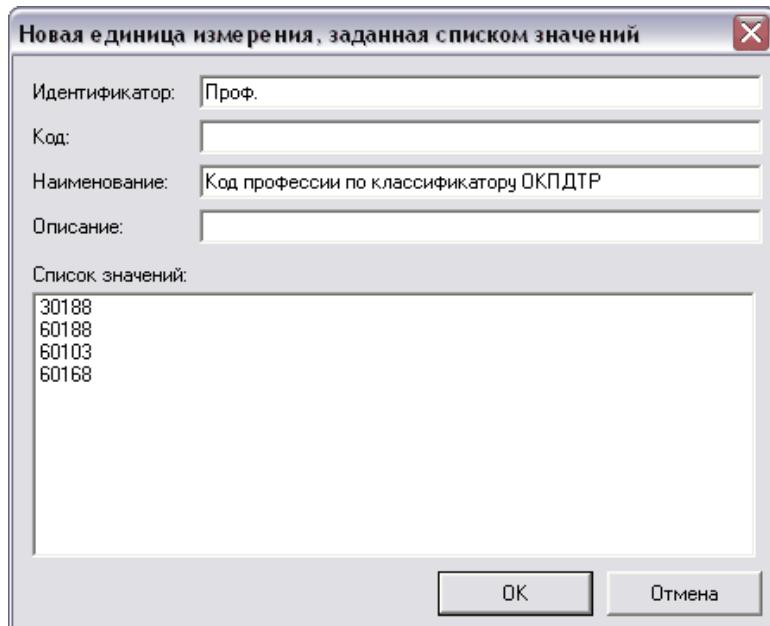
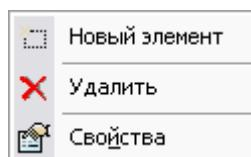

Рис. 73 Новая единица измерения, заданная списком значений
Рис. 74
Диалоговое окно **Новая единица измерения, заданная списком значений** содержит окно **Список значений** (Рис. 73). Для работы со значениями единицы измерения щелкните правой кнопкой мыши в окне **Список значений** (Рис. 73). После этого появится контекстное меню (Рис. 74).
1. В контекстном меню выберите пункт **Новый элемент** (Рис. 74).
Для удаления элемента в контекстном меню выберите команду **Удалить**, для редактирования свойств элемента - пункт **Свойства** (Рис. 74).